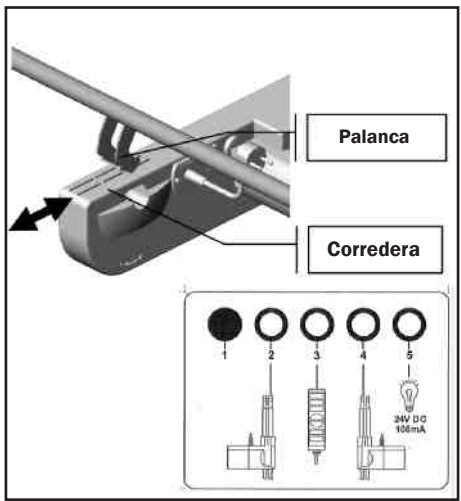

Fig. 10
1. Coloque el motor en las posiciones previstas debajo de la superficie de reposo y fíjelo con la corredera (Fig. 10)